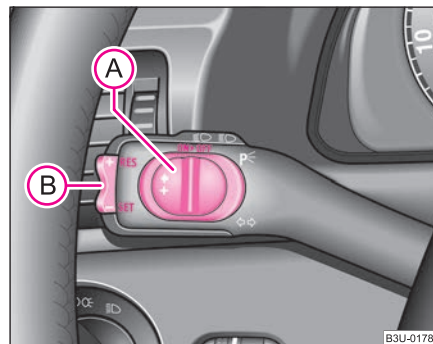

Fig. 122 Palanca de mando: Balancín y conmutador corredizo del sistema regulador de la velocidad
- Desplace el conmutador corredizo **(A)** ⇒ fig. 122 a la posición **ON**.
- Puede **aumentar** la velocidad memorizada sin accionar el pedal acelerador presionando el balancín ⇒ **página 134, fig. 122** **(B)** a la posición **RES**.
- También puede desconectar el sistema regulador de la velocidad desplazando el conmutador **(A)** ⇒ **página 134, fig. 122** hacia la derecha - a la posición intermedia anterior a la posición **OFF**. A continuación, el conmutador corredizo volverá automáticamente a la posición **ON**.
La **reanudación** de la velocidad memorizada se efectúa al soltar el pedal de freno o de embrague, en vehículos con cambio automático sólo tras soltar el pedal de freno, y después de presionar brevemente el balancín **(B)** ⇒ **página 134, fig. 122** a la posición **RES**.
- Desplace el conmutador corredizo  ⇒ página 134, fig. 122 hacia la derecha hasta el tope a la posición **OFF**. ■